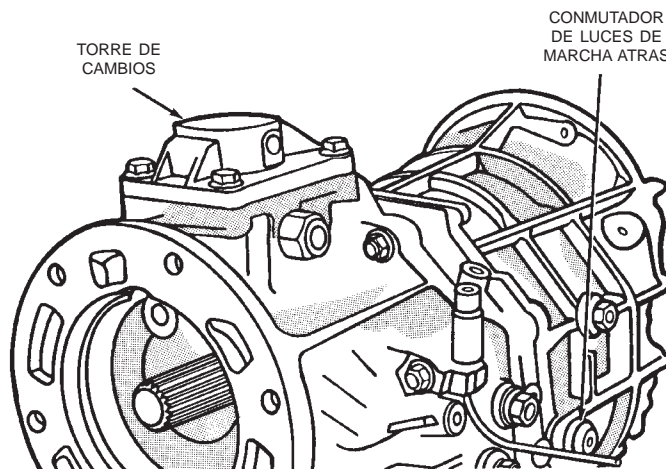

Fig. 50 Instalación de la torre de cambios y el conmutador de luces de marcha atrás
(19) Instale la torre de cambios y la empaquetadura nueva en la cubierta (Fig. 50). Apriete los pernos de la torre con una torsión de 18 N·m (13 lbs. pie).
(20) Instale anillos O de metal nuevos en el conmutador de luces de marcha atrás.
(21) Instale el conmutador de luces de marcha atrás (Fig. 50). Apriete el conmutador con una torsión de 37 N·m (27 lbs. pie).
(22) Instale una junta nueva en la cubierta del adaptador y retenedor de cojinete trasero.